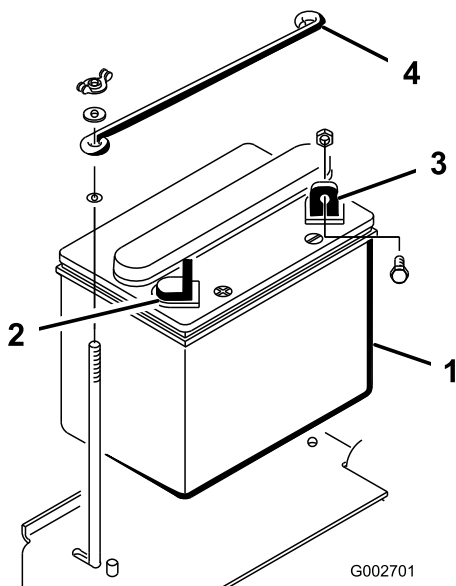

Figura 4
1. Coloque la batería en su sitio, con el borne negativo hacia la parte trasera de la máquina (Figura 4).